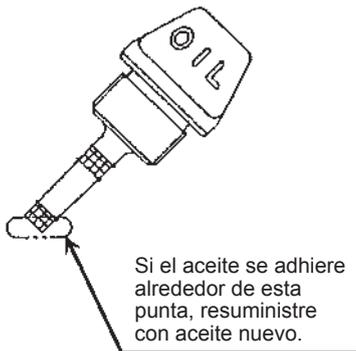
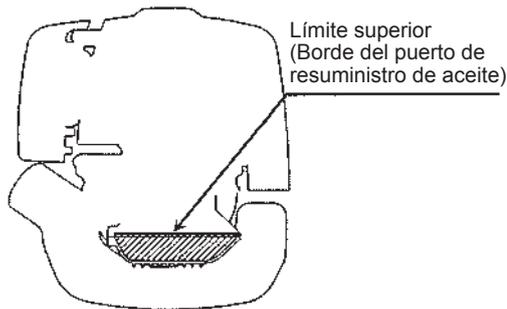

Figura 1
Figura 2
Cuando el aceite sea escaso de tal forma que sólo la punta del medidor de aceite haga contacto con el aceite, especialmente cuando el medidor se encuentra insertado en el cárter sin estar atornillado (Figura 1), resuministre con aceite nuevo a través del puerto (Figura 2).
- (1) Mantenga el nivel de aceite y retire el medidor de aceite.
- (2) Llène de aceite hasta el borde del puerto de resuministro de aceite (consulte la Figura 2 en la página anterior).